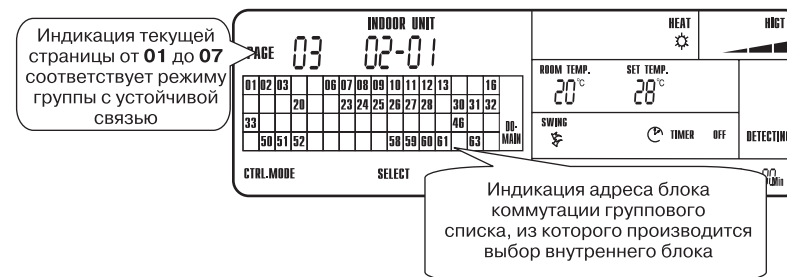

Рис. 5.7
- б) Установите значение текущей страницы **«PAGE»** от **01** до **07** (см. Рис. 5.7)